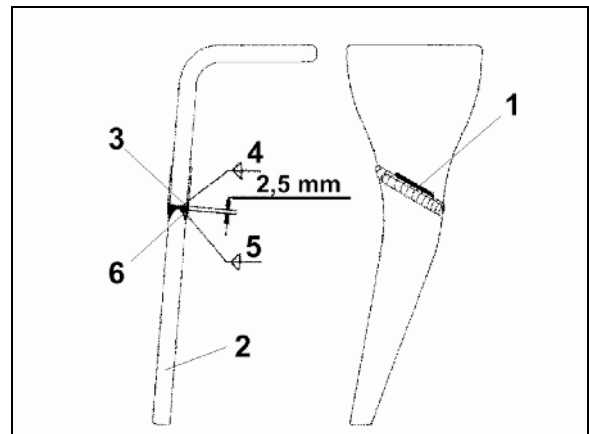

Bild 68
2. Gör en markering (Bild 68/1) för kapning av harvpinnen
3. Kapa den gamla harvpinnen längs markeringen (Bild 68/1)
4. Svetsa fast den påsvetsbara spetsen (Bild 68/2) med rotsträng (Bild 68/3) på den gamla pinnstumpen och låt harvpinnen svalna
5. Efter slitlayersvetsning (Bild 68/6) kan pinnen åter användas.